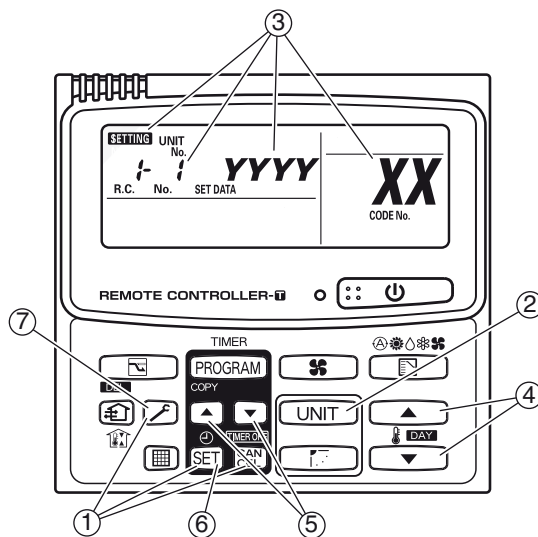

Рис. 7-11
* Данные установки «**YYYY**» (см. Рис. 7-11)
Если заслонка установлена в положение **4** или **5** и блок находится в режиме охлаждения или обогрева, заслонка будет перемещена в положение **3** и начнется работа. (см. Рис. 7-11)
Заслонка будет качаться во время работы в режиме «Установка заслонки отдельно». При этом заслонки, которые не были выбраны, будут перемещены в положение **1**. (см. Рис. 7-11)